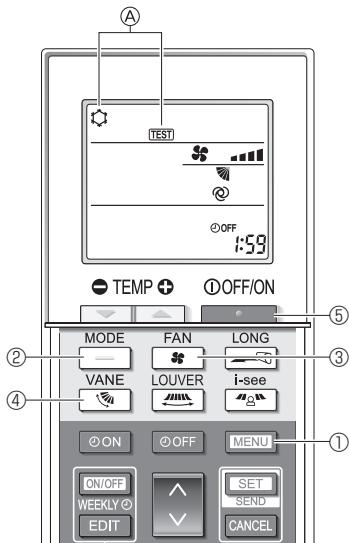

Fig. 8-5
2. Pulse el botón **[MENU]** ① durante 5 segundos. (Fig. 8-5)
3. Pulse el botón **[MENU]** ①.
En pantalla se visualiza ④ [TEST] (PRUEBA) y el modo actual de funcionamiento. (Fig. 8-5)
4. Pulse el botón **[—]** ② para activar el modo de refrigeración, y compruebe si sale aire frío de la unidad.
5. Pulse el botón **[—]** ③ para activar el modo de calefacción, y compruebe si sale aire caliente de la unidad.
6. Pulse el botón **[■]** ④ y compruebe si cambia la velocidad del ventilador.
7. Pulse el botón **[■]** ⑤ y compruebe que el sistema automático de desviación del aire funciona correctamente.
8. Pulse el botón **[■]** ⑥ para detener la prueba de funcionamiento.